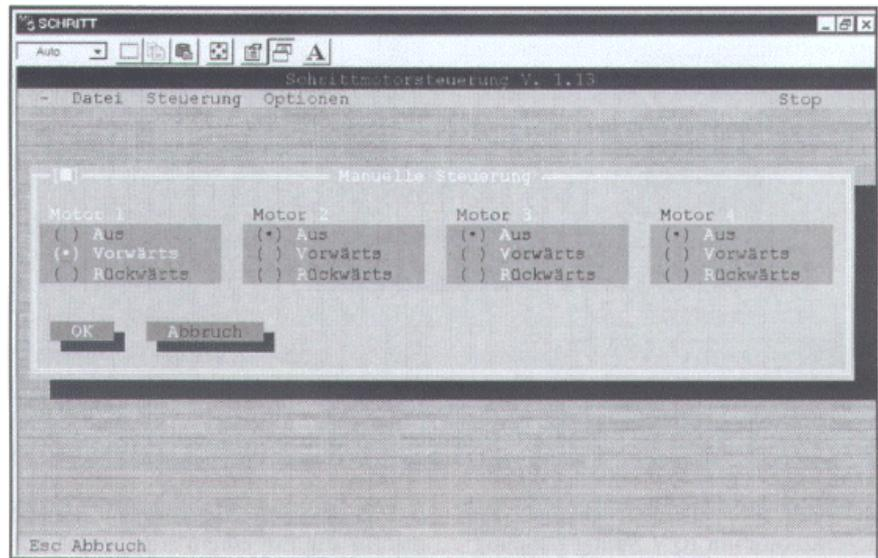

Bild 12: Die manuelle Steuerung der angeschlossenen Motoren erfolgt über die Tasten.
Bei der manuellen Steuerung kann man für jeden einzelnen Motor 1...4 per Taste angeben, ob er stillstehen (A), vorwärts (V) oder rückwärts (R) laufen soll (Bild 12). Zusätzlich muß man unter 'Optionen' noch die gewünschte Geschwindigkeit angeben (vgl. Bilder 14 und 16). Diese Betriebsart kann auch direkt über die Funktionstaste F2 angewählt werden.